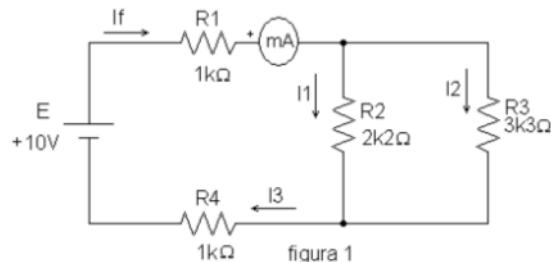

Figura 3: Circuito para medições de corrente e tensão.
1. Considere o circuito da figura 3.
3. Com a fonte de tensão E DESLIGADA, monte o circuito mostrado no esquema elétrico da figura 3.
- Mantenha o circuito da figura 3 e meça as tensões V_f (tensão da fonte), V_{R1} (tensão sobre o resistor R_1), V_{R2} , V_{R3} e V_{R4} com o voltímetro devidamente polarizado, de modo que os resultados sejam positivos. Apresente os resultados: